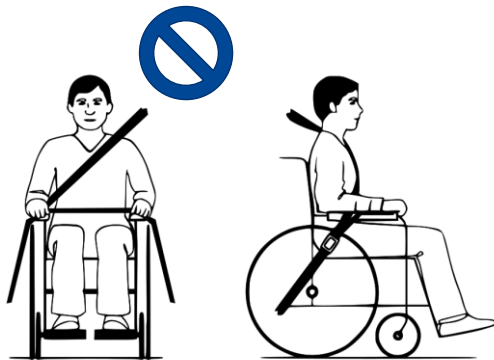

Figura 3 Cinturón de retención mal abrochado
6. Asegurarse de que los cinturones no estén torcidos ni lejos del cuerpo como se muestra en la figura 3.